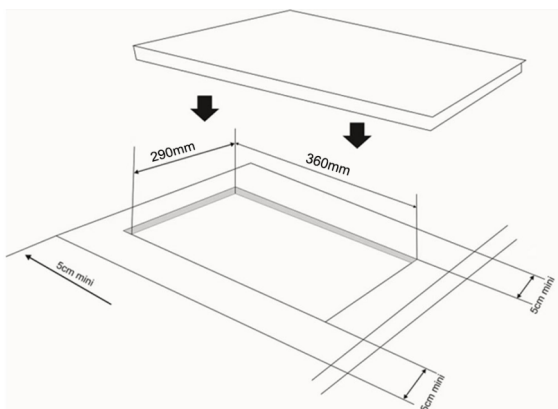
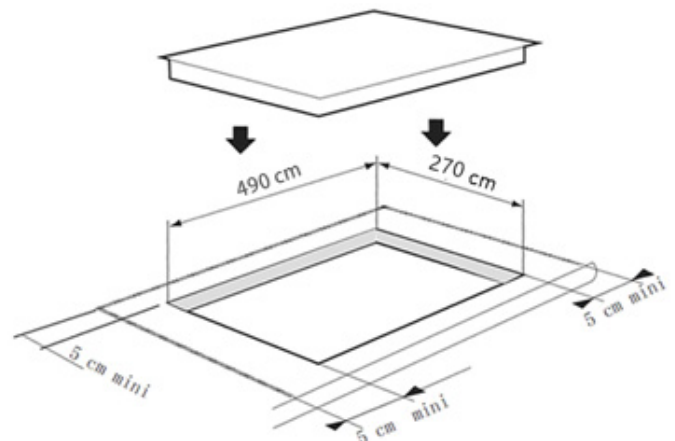

Рис. 1
Рис. 2
- Отверстие в столешнице следует выполнить согласно размерам, указанным на рис. 1 (HCI-153) и рис. 2 (HCI-255).